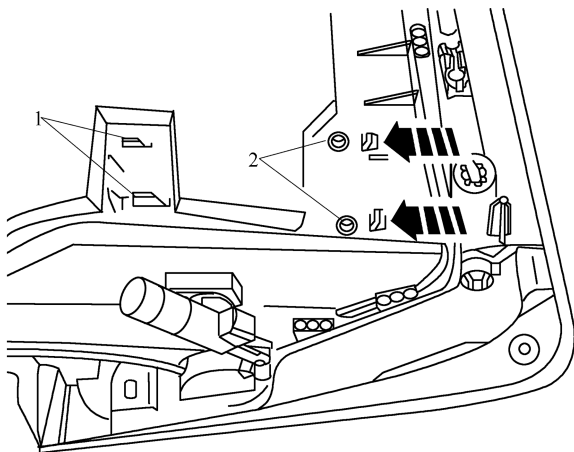

图 6-2-17 脱开定位凸缘
2) 如图 6-2-17 所示，旋出螺栓 2，沿图中箭头方向脱开定位凸缘，并将钥匙开关外壳从杂物箱中拔出。
2) 如图 6-2-17 所示，将外壳后部的固定簧片 1 装入杂物箱中，并卡入前部定位凸缘(箭头所示)，旋紧螺栓 2，安装杂物箱。